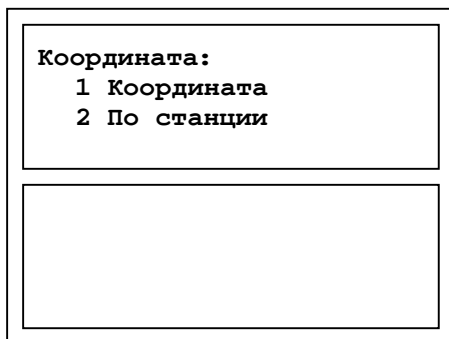

Рисунок 11. Меню «Координата»
- Ü Для сохранения введенных значений и возврата в меню **КООРДИНАТА** нажать клавишу **M**. Спустя 10 секунд или после нажатия клавиши **F** система перейдет к меню **КООРДИНАТА** (Рисунок 11).
Ü В меню **КООРДИНАТА** (Рисунок 11) подвести курсор к строке по **СТАНЦИИ** и нажать клавишу **M**.
Ü Для выбора станции – местоположения поезда в текущий момент – подвести курсор к необходимой строке и нажать клавишу **M**. В результате изменится координата, что можно наблюдать на Основном экране системы, а на экране отобразится меню **КООРДИНАТА** (Рисунок 11).